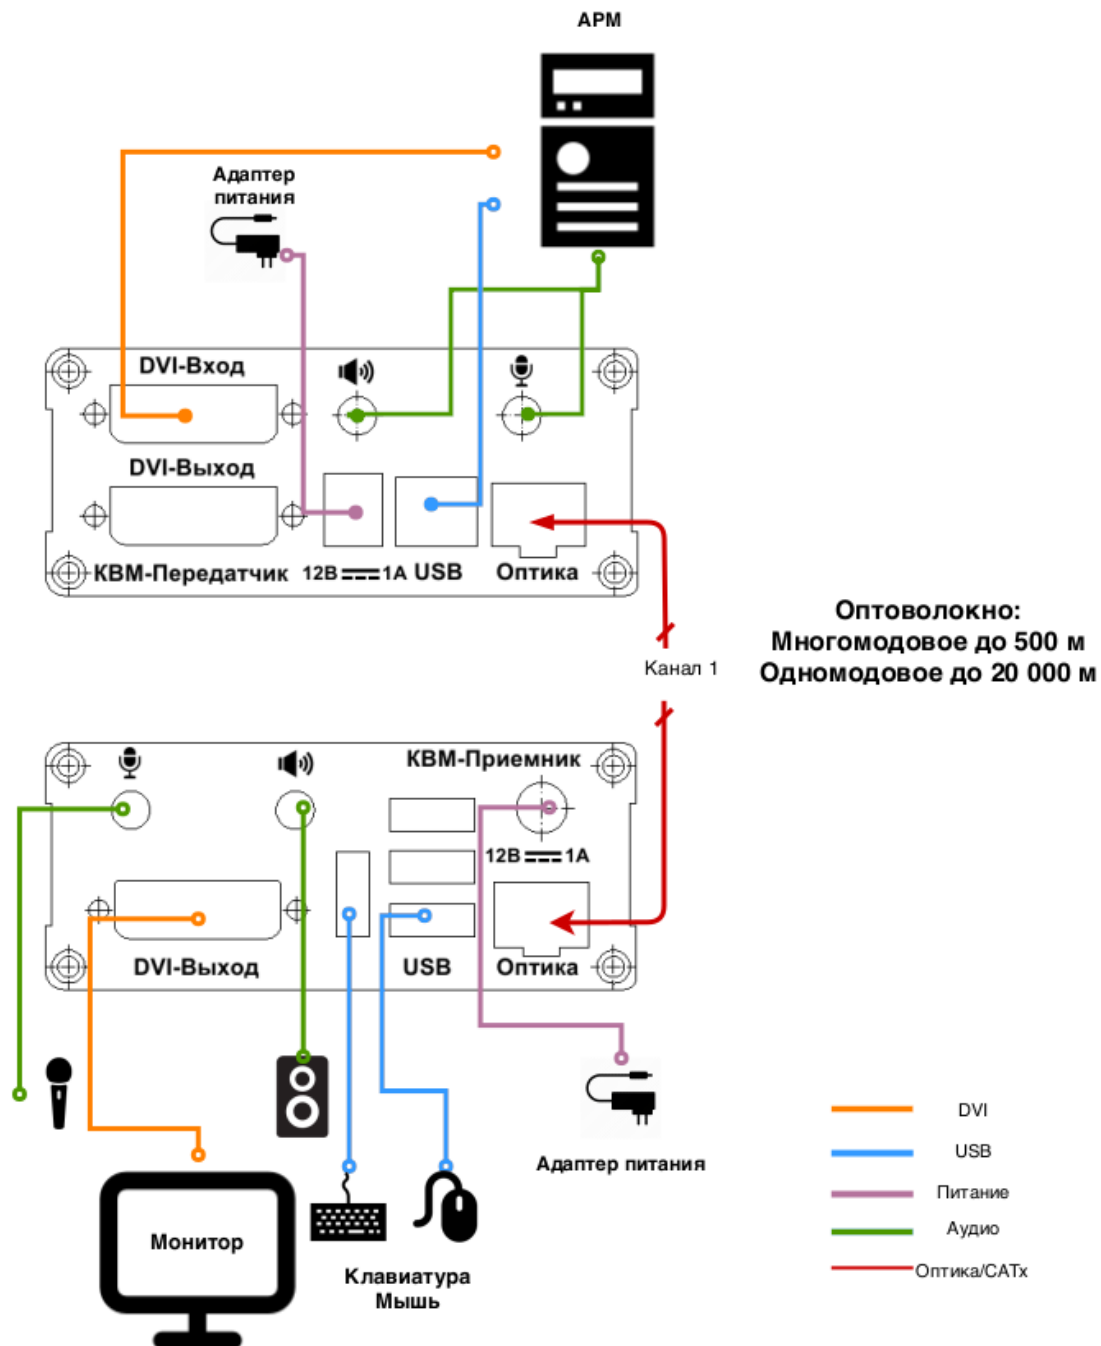

Рис. 3. Схема подключения кабелей
2. Подключите необходимые кабели (USB, Audio, Video) к портам приемника и передатчика согласно «Схеме подключения» (рис.3).
Подключите все кабели от компьютера и монитора к Изделию, как это показано на следующей схеме (рис.3). Соедините приемник и передатчик, или подключите их к матричному коммутатору.